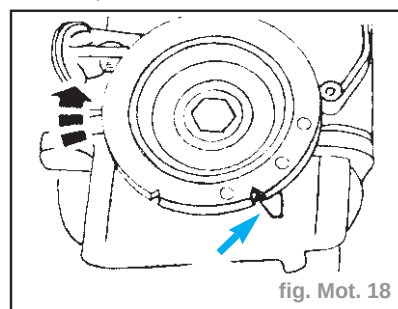

fig. Mot. 18
- Amener le moteur au point d'allumage du cylindre N°1 (PMH) (tourner le moteur uniquement par le vilebrequin et dans son sens normal de rotation) (fig. Mot. 18).